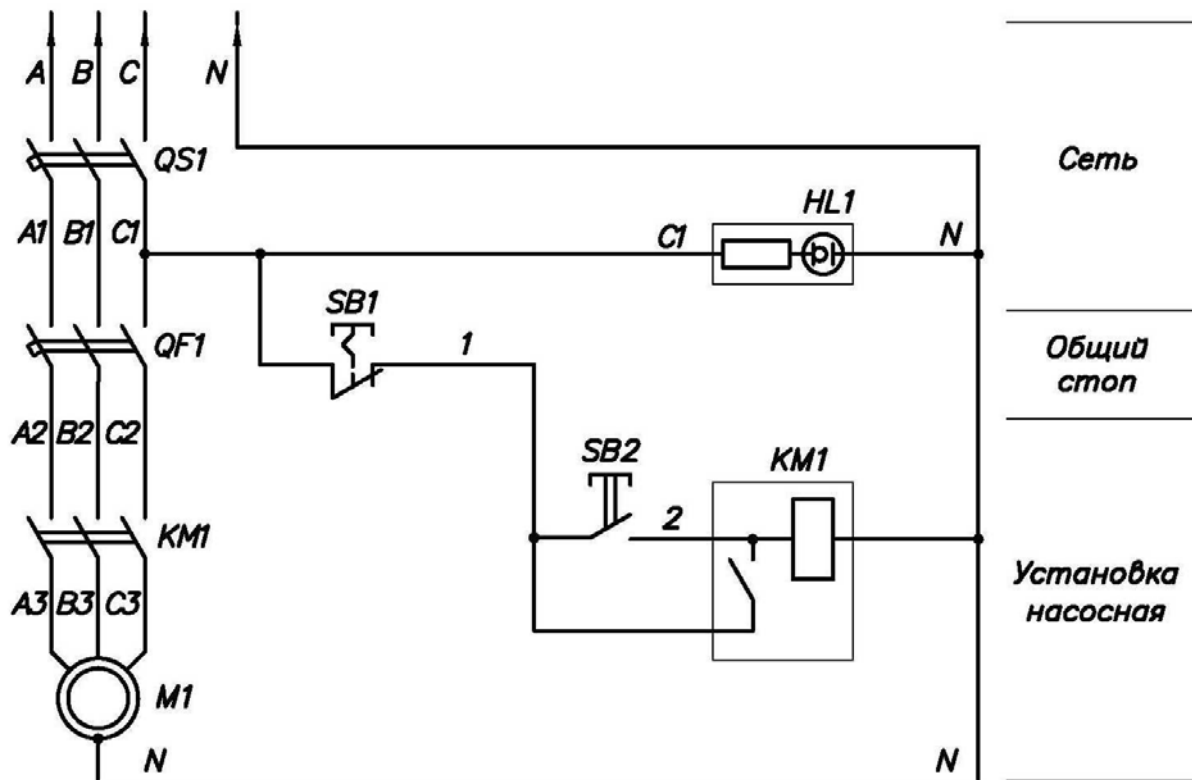

Рис. 2
4.2. Рис. 2. Схема электрическая принципиальная. Рис. 3. Схема электрическая подключений. Перечень элементов.